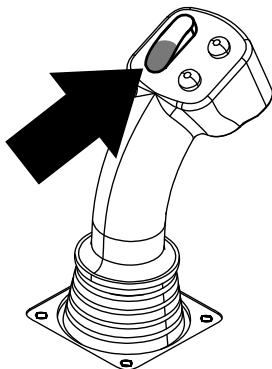
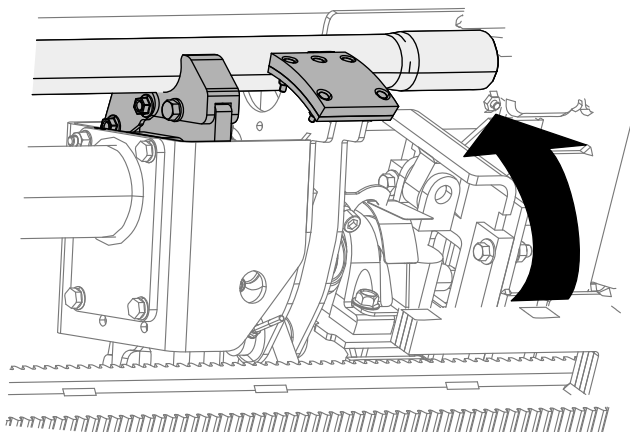

Figure 17
Figure 18
9. Maintenez le bas de l'interrupteur à bascule enfoncé (Figure 17) jusqu'à ce que la came tourne vers la rangée sélectionnée sous le porte-tiges (Figure 18).